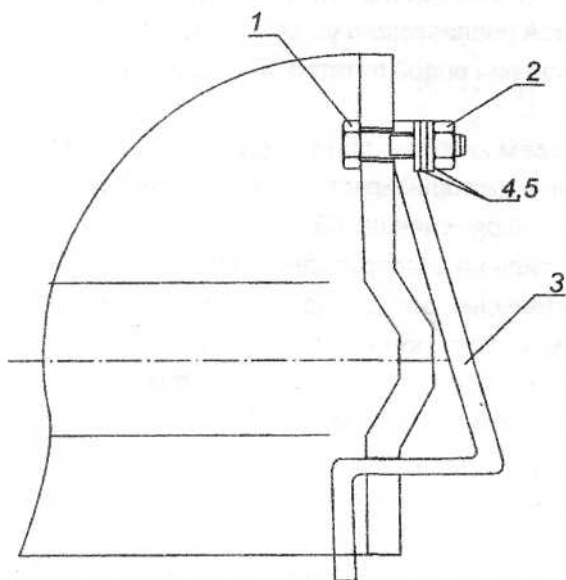

Рисунок 6 — Схема заземления:
6.4 При подключении три фазных провода от сети присоединить к клеммам блока зажимов, а в отверстие диаметром 6,4 мм на кожухе, отмеченное знаком "ЗЕМЛЯ", ввести провод от заземляющего устройства или контура заземления и заземлить (рисунок 6).